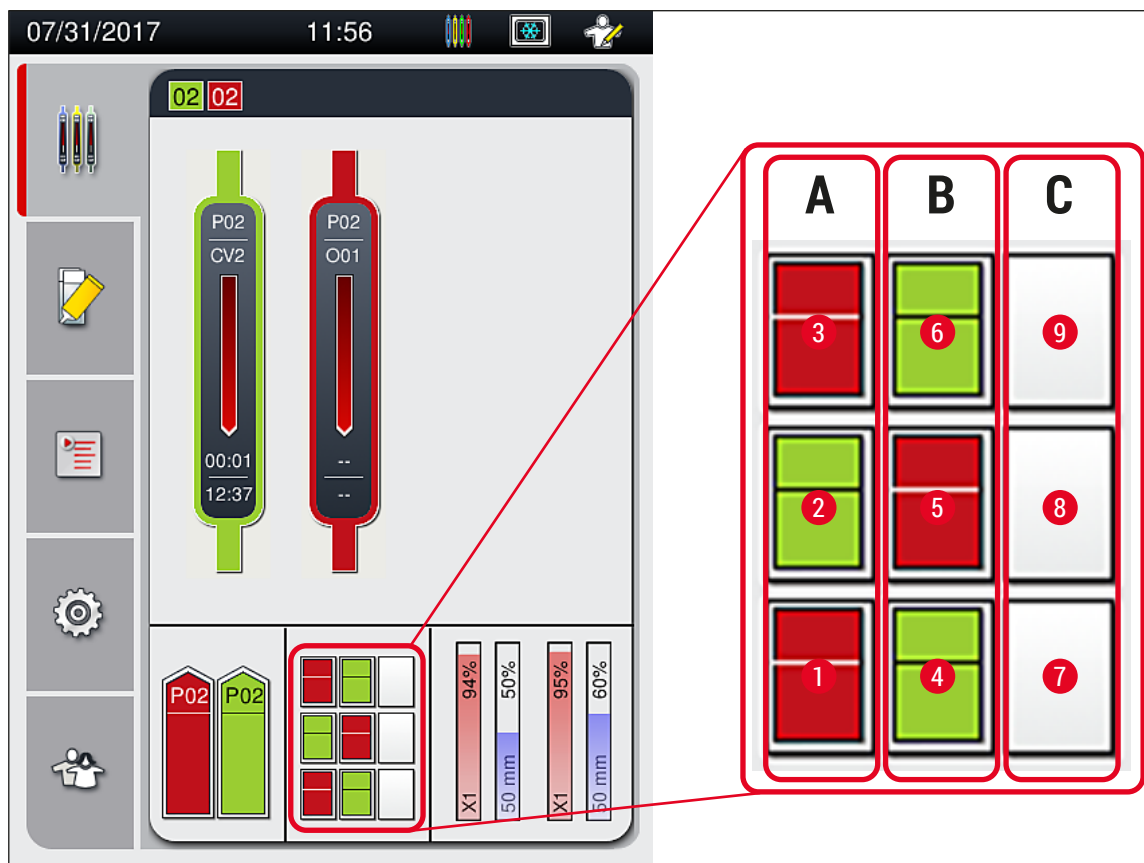

Bild 75
- Utmatningsfacket rymmer upp till 9 rack. Racken placeras i utmatningsfacket i den ordningsföljd som visas från A1 till C9 (→ Bild 75).